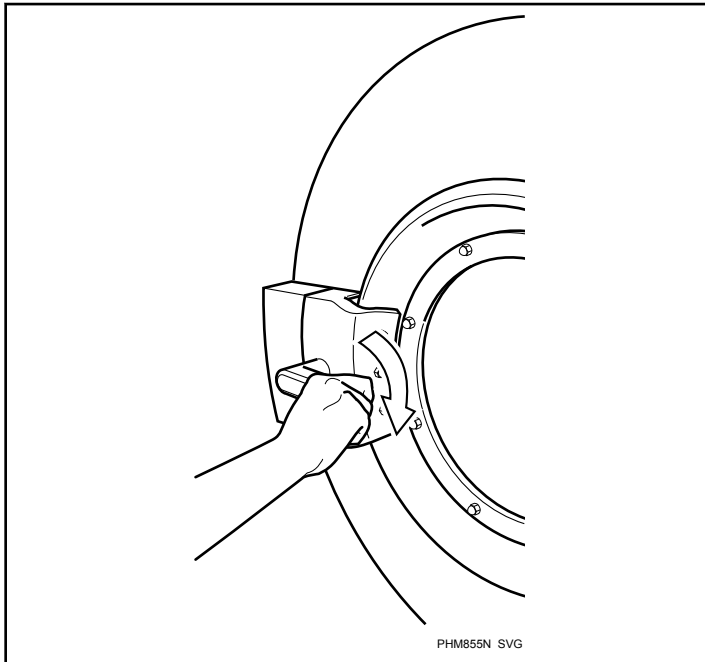

図 40
2. ドアハンドルを右回りに回転させ、ドアを左に回転させて開きます。図 40 を参照してください。